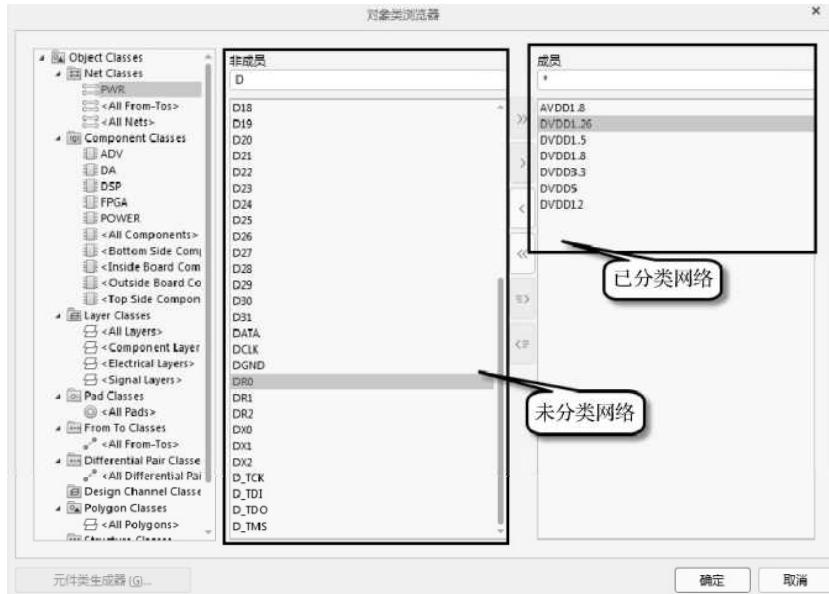

图 10-4 把左边没有分类的网络添加到右边已经分类好的网络中
(3) 单击“PWR”，出现如图 10-4 所示的界面，左边框选的网络是目前没有分类的所有网络，右边是已经分类添加好的网络。在左边框中选中需要添加的网络，然后单击按钮 \square ，把左边没有分类的网络添加到右边已经分类好的网络中。
(4) 同样，只要我们有需要，就可以按照上述操作步骤创建想要的网络类。